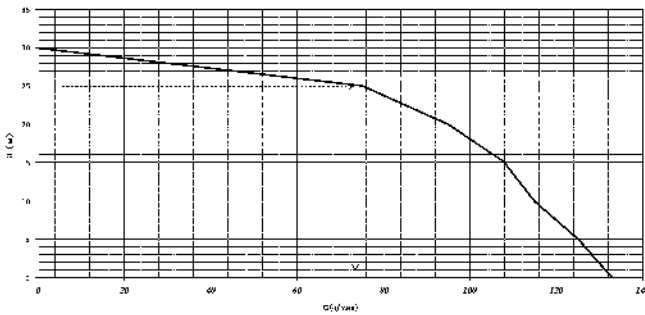

Рис. 14 График зависимости производительности Q мотопомпы от высоты подъема (H)
- График зависимости производительности мотопомпы от высоты подъема H_3 (Рис. 14).
4. На графике зависимости высоты подъема от производительности мотопомпы (Рис.14) находим величину расхода, она составляет примерно 72 л/мин или 4,3 м³/час.